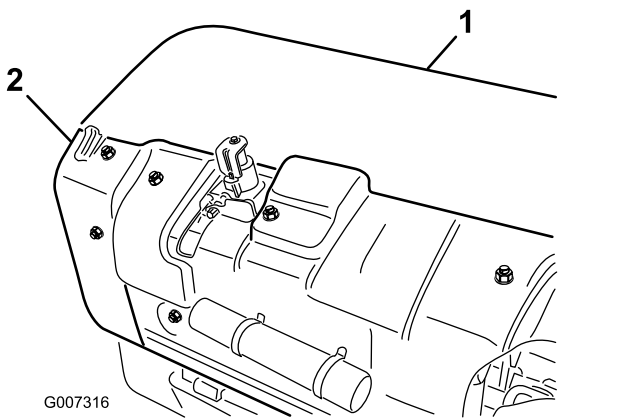

Figure 34
- A. Déposez le couvercle arrière de la tête d'aération (Figure 34).
- B. Enlevez les vis de fixation de la protection de la poulie et déposez la protection (Figure 34).